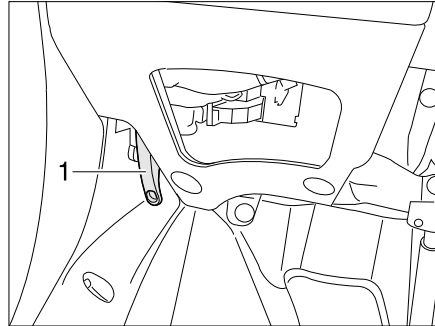

Bild 21 Entriegelungshebel Motorhaube innen
- Den Hebel (Bild 21,1) unter dem Armaturenbrett an der linken Fahrzeugseite ziehen. Die Motorhaube öffnet sich bis zum Anschlag des Sicherungshakens.